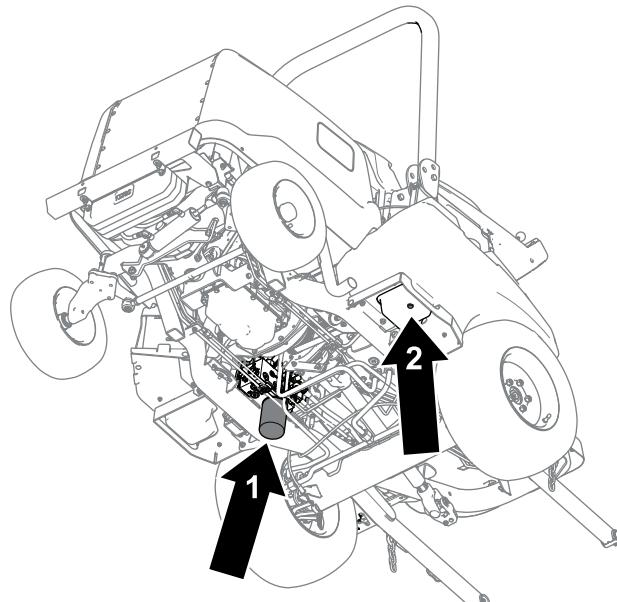

Figure 86
4. Retirez le bouchon de vidange (Figure 86) situé sur le côté du réservoir et laissez l'huile s'écouler dans le bac de vidange.
6. Placez un bac de vidange sous le filtre (Figure 86), déposez le filtre et vidangez le restant d'huile dans le bac.